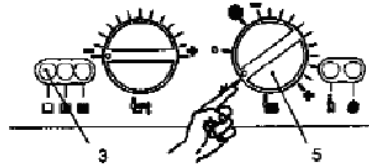

fig. 2.3
- 4 Rodem o selector 5 como na fig. 2.3; a lâmpada de sinalização 3 lampeja com intermitência aproximadamente cada segundo.